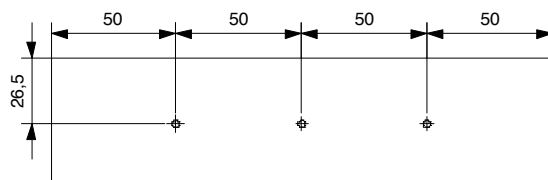

Fig. 3
a) En cuatro de los listones (1), preparar agujeros de  $\varnothing 1,5$  mm para los tornillos, según indica la Fig. 3.